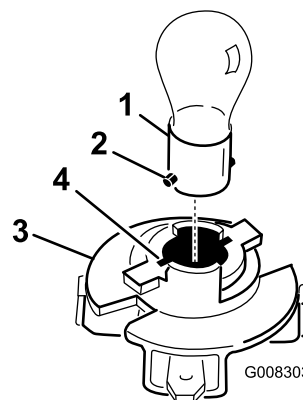

Figura 32
8. Premete e ruotate la lampada in senso antiorario finché non si ferma (circa 1/4 di giro), e toglietela dal portalampada (Figura 32).
1. Allineate i perni metallici sulla base della lampada con le scanalature del portalampada, ed inserite la base nel portalampada (Figura 32).